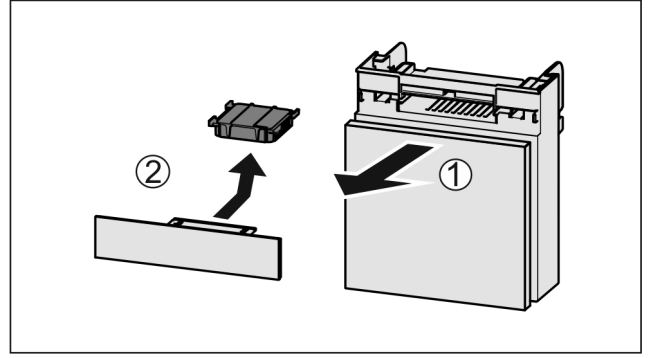

Fig. 200
- Rafı öne doğru dışarı çekin Fig. 200 (1).
- Aktif karbon filtresini çıkarın Fig. 200 (2).